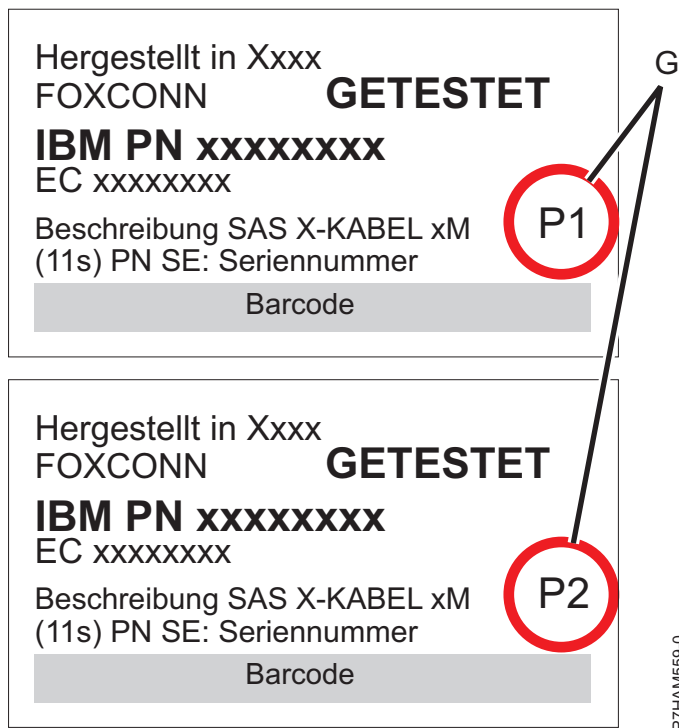

Abbildung 20. Etiketten für SAS-Adapterkabel mit P1- und P2-Kennung
**Anmerkung:** In Abb. 20 auf Seite 22 finden Sie Beispiele für Beschriftungen dieser Kabelkennungen.